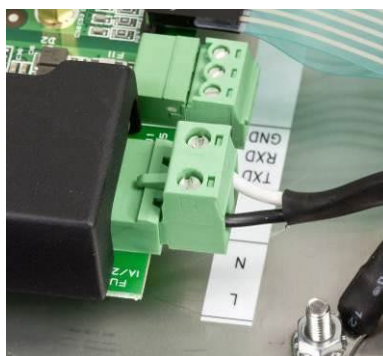

图2-6: 交流电缆接线
N. 把电源线重新接线端子，然后把端子重新插到主板上，如图 2-6 所示。